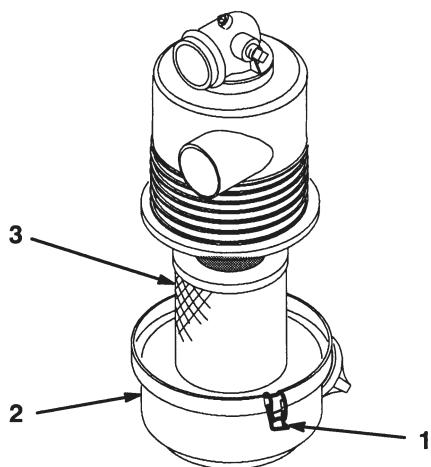

Bild 19
3. Lösen Sie die Laschen, mit denen der Deckel am Luftfilterkörper abgesichert wird. Trennen Sie den Deckel vom Körper ab. Reinigen Sie die Innenseite des Luftfilterdeckels (Bild 19).
4. Schieben Sie den Filter vorsichtig aus dem Körper heraus, um das Losrütteln des Staubes zu minimieren (Bild 19). Vermeiden Sie ein Anstoßen des Filters am Filterkörper.